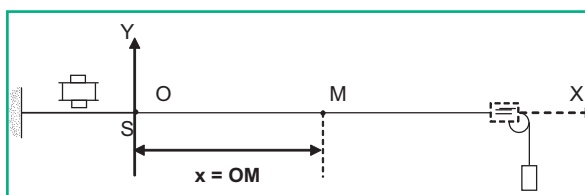

Fig.1
**8** A l'extrémité S d'une lame vibrante, on attache une corde horizontale qui passe sur la gorge d'une poulie et au bout de laquelle on suspend un solide. Du côté de la poulie, on met un dispositif qui absorbe l'énergie de l'onde. Le repère d'étude (O,X,Y) a une origine O confondue avec la position de S au repos (Fig.1).